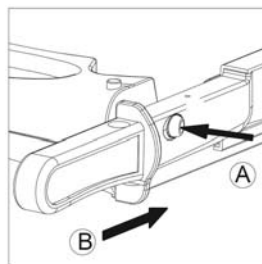

figura 3
- 6 Una volta concluso il taglio, premere il tasto di arresto facendo rientrare la leva (figura 3).